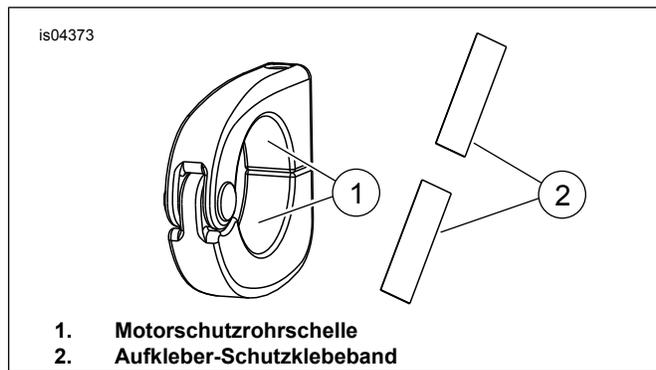

Abbildung 2. Aufkleber-Schutzklebeband anbringen
4. Siehe Abbildung 2. Aufkleber-Schutzklebeband (2) an jeder Innenhälfte der Motorschutzrohrschellen (1) befestigen.